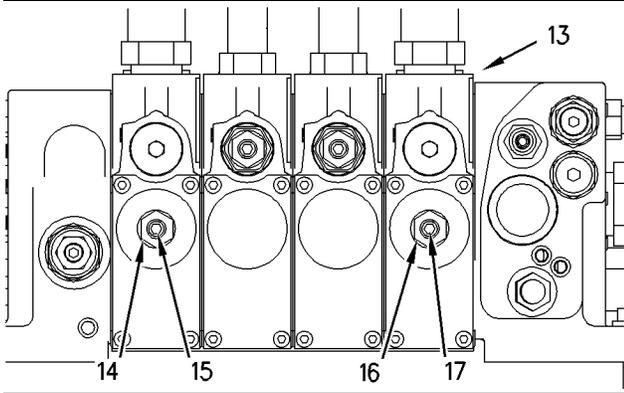

Ilustración 159
- Localice la válvula de control de carga (7) para bajar la pluma. La válvula de control de carga está montada en el lado inferior del cilindro y hacia la parte trasera del cilindro. Se puede tener acceso a la válvula desde el lado inferior de la máquina.
2. Afloje ligeramente la contratuerca (20). Quite el tornillo de ajuste (19) sin girar la contratuerca (20) sobre el tornillo. Mida la distancia desde la cabeza del tornillo de ajuste (19) a la parte superior de la contratuerca (20). Registre estas medidas. Esta medida se necesitará más tarde cuando se rearme el tornillo de ajuste (19). Gire la contratuerca (20) a la cabeza del tornillo de ajuste (19). Haga girar el tornillo de ajuste (19) con la mano en la válvula de control de carga (18) para hacer contacto con la bola. Conecte una llave al tornillo de ajuste (19) y haga girar el tornillo hacia la derecha hasta que esté apretado.
**Nota:** No use una fuerza excesiva cuando use una llave para hacer girar el tornillo de ajuste (19).
3. Encuentre la válvula de control (13). Vea la ilustración 159.
4. Mida la distancia desde la cabeza del tornillo de ajuste (15) a la parte superior de la contratuerca (14). Quite completamente la contratuerca (14). Haga girar el tornillo hacia la derecha hasta que el tornillo esté apretado. Use una llave Allen para hacer girar el tornillo de ajuste hacia la derecha para bajar la pluma. Deje que la pluma baje completamente.
- Nota:** Si es necesario, haga girar el tornillo de ajuste (15) hacia la izquierda para parar el descenso de la pluma.
5. Cuando la pluma haya bajado completamente, gire el tornillo de ajuste (15) hacia la izquierda hasta que éste regrese a su posición original.
6. Apriete la contratuerca (14).
**Nota:** No arranque el motor hasta que haya reajustado el tornillo de ajuste (15) y el tornillo de ajuste (19).
6. En la válvula de control (13), haga girar la contratuerca (14) y la contratuerca (16) una vuelta hacia la izquierda. Haga girar el tornillo de ajuste (15) y el tornillo de ajuste (17) hacia la izquierda cuatro vueltas completas. Vea la ilustración 159.
8. Gire el tornillo de ajuste (15) y el tornillo de ajuste (17) a la derecha. Apriete los tornillos.
9. Apriete la contratuerca (14) y la contratuerca (16).